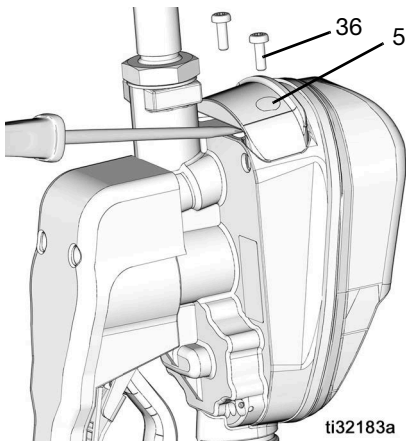

FIG. 47
1. Rimuovere le viti (36) dal coperchio del vano batterie (5).
2. Utilizzare un piccolo cacciavite a testa piatta per fare delicatamente leva sul lato inferiore coperchio del corpo valvola di erogazione con misuratore, vicino alla prolunga, come mostrato in FIG. 47.